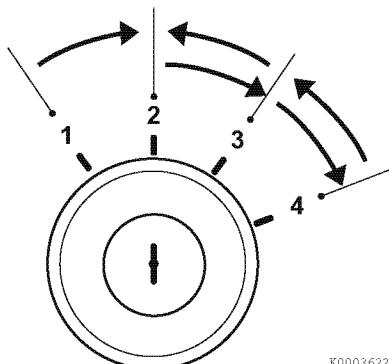

Figura 2
5. Ruotare su GLOW la chiave di accensione (1, **Figura 2**) per 15 secondi.
6. Mettere su ON la chiave di accensione (3, **Figura 2**). Verificare che le spie sul quadro strumenti s'illuminino e gli allarmi acustici funzionino. Questo significa che spie e allarmi funzionano correttamente.
7. Mettere su START la chiave di accensione (4, **Figura 2**). Rilasciare la chiave di accensione quando il motore è avviato. L'allarme acustico e le spie devono spegnersi.